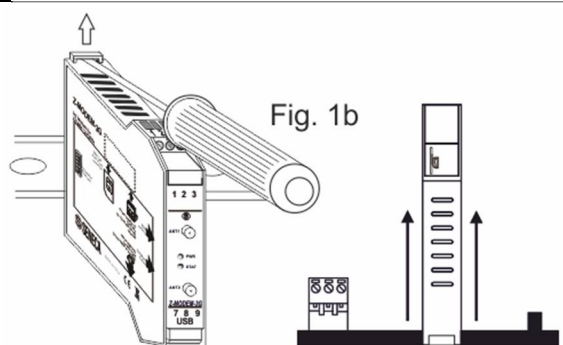

Fig. 1b
- 1) Spostare verso l'esterno i quattro ganci sul lato posteriore del modulo come illustrato in fig. 1b.